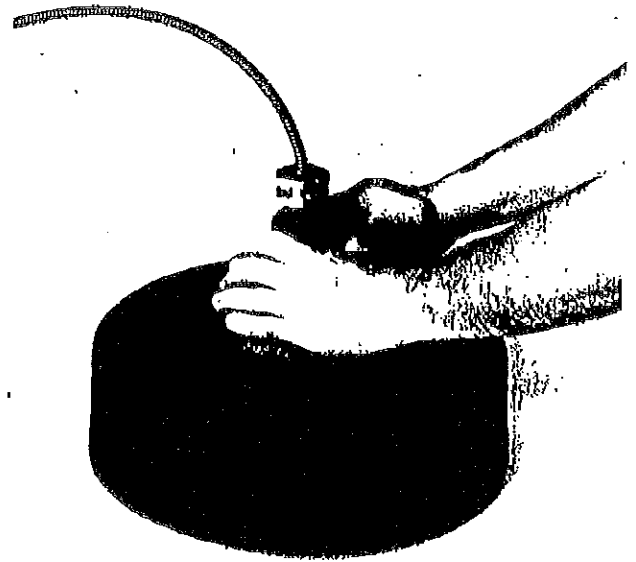

図 7
- 4、内蔵ドラムを時計方向に回しながら、ケーブルの末端を外して下さい。(図7)